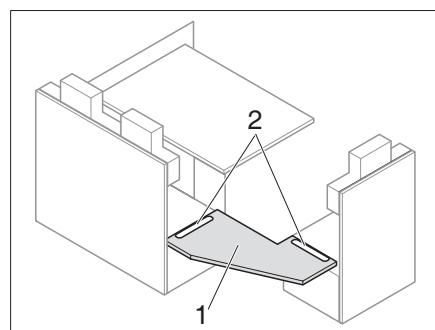
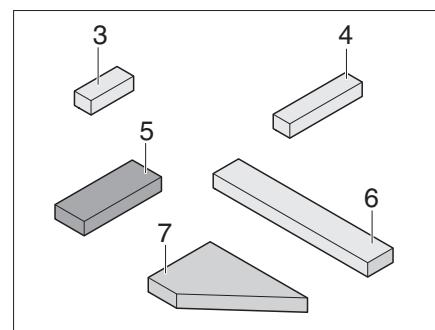
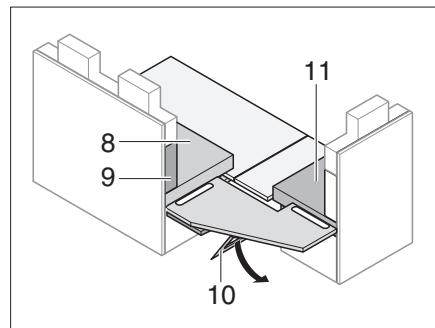
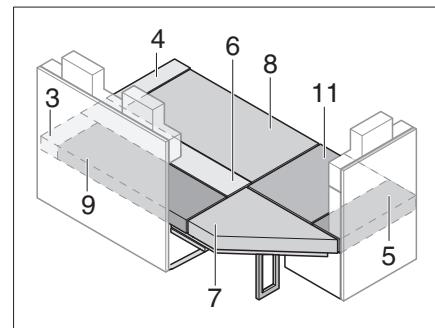

Fig. 185 Utilizar placa de refuerzo
Fig. 186 Cojín adicional
Fig. 187 Apoyar la placa de refuerzo
Fig. 188 Despues de la transformación
- Insertar la placa de refuerzo (Fig. 185,1) en las ranuras (Fig. 185,2).
- Desplegar el apoyo (Fig. 187,10) debajo de la placa de refuerzo (Fig. 185,1).
- Colocar el cojín del asiento, el cojín del respaldo y los cojines adicionales como se muestra en Fig. 188 (los números de posición se refieren a Fig. 186 y Fig. 187).
- Desplegar las prolongaciones del banco (Fig. 185).